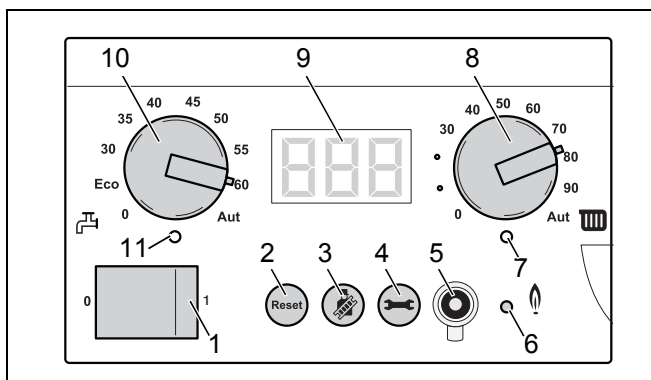

Fig. 55 Controler de bază BC10
Cu ajutorul comutatorului de funcționare (fig. 55, poz. 1) puteți porni și opri cazanul de încălzire.
În cazul unui deranjament poate fi necesar să reporniți cazanul de încălzire cu ajutorul tastei "Reset" (fig. 55, poz. 2).
Cu tasta "Coșar" (fig. 55, poz. 3) cazanul de încălzire poate fi pus pe modul test de gaze de evacuare, regim de service sau regim manual.
Pe timpul regimului coșar, service sau manual este valabilă o temperatură maximă a apei calde care corespunde setării butonului rotativ "temperatura maximă a apei calde" (fig. 55, poz. 8) de pe controlerul de bază BC10.
- Limitați temperatura maximă a apei din cazan cu butonul rotativ "temperatura maximă a apei din cazan" (fig. 55, poz. 8) la temperatura de tur admisă a circuitului de încălzire a pardoselii (în general maxim 40 °C).
Cu tasta "Status display" (fig. 55, poz. 4) pot fi afișate pe display temperatura actuală a apei din cazan, presiunea actuală a instalației ș.a.m.d. Vezi și tab. 17, „Valori display”, pagina 84, tab. 18, „Setări display”, pagina 84 și tab. 19, „Coduri display”, pagina 85.